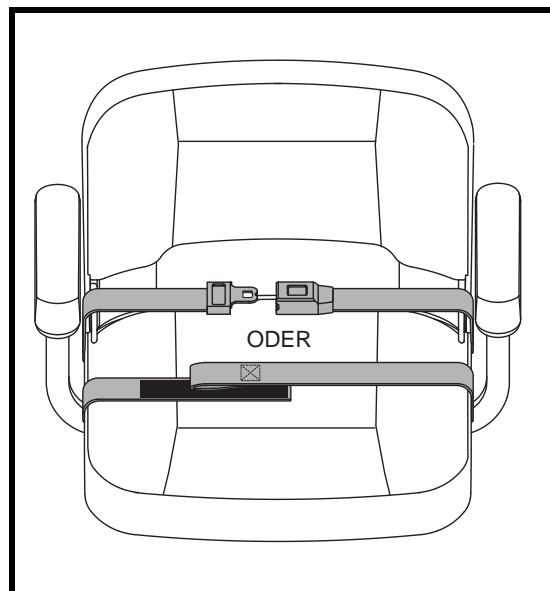

Abb. 19. Rückhaltegurte-Rückhaltegurt mit Schloss oder Rückhaltegurt mit Klettverschluss
1. Schloßzunge in das Schloßteil stecken, bis der Schnellverschluß hörbar einrastet. Siehe Abb. 19.
1. Führen Sie die beiden Enden des Gurts zusammen, so dass die eine Seite des Klettverschlusses, an der sich die Schlaufen befinden, direkt über der raueren Seite mit den Widerhaken liegt. Zum Sichern fest zusammendrücken. Siehe Abb. 19.